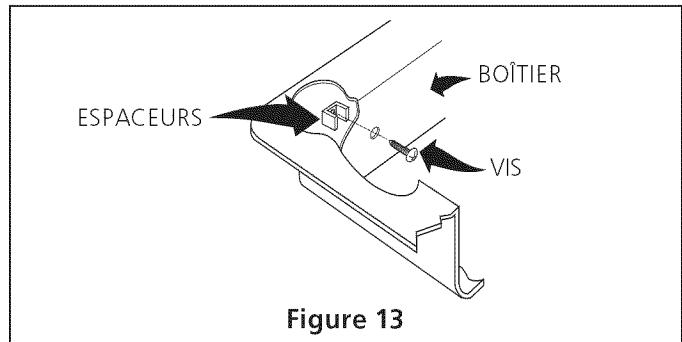

Figure 13
1. Insérez les 4 vis et espaces d'installation à travers les trous dans les murs verticaux du boîtier tel que montré à la figure 13.